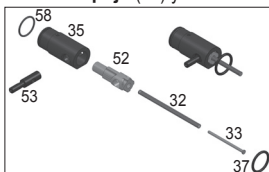

Figura 8: Tornillo Trasero
- **Empaque Frontal (34)**
- **Empaque Posterior (58, ver Figura 8)**
- **Brazo Conector (36)**
- **Resorte del empuje (32) y Pasador Guía (33)**